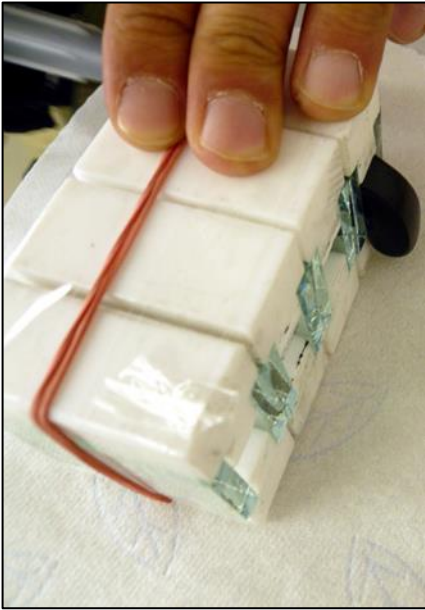

Рис. 18: Заливка герметика в форму
1. Закрепите оригинальные образцы стекла или металла при помощи тефлоновых форм (PTFE) [8], пластиковой лентой (PTFE) рис. 16, 17, чтобы получился шов размером 12 x 12 x 50 мм для заполнения клеем-герметиком (рис. 18). Для однокомпонентных клеев перед заполнением тефлоновые формы зафиксировать пластиковой лентой (PTFE).